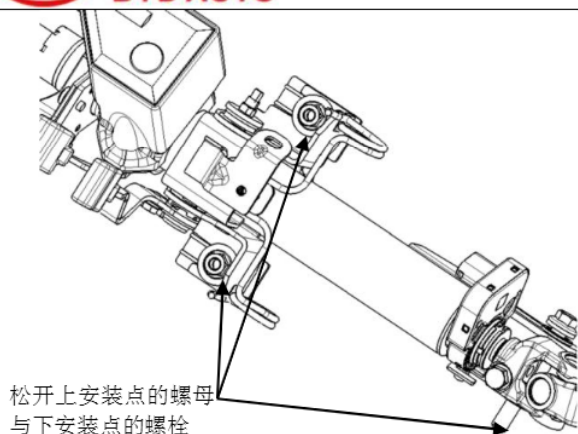

图 3-22
① 确认所有与管柱连接的线束均已脱开。
② 松开管柱上安装点的螺母与下安装点的螺栓，如图 3-22 所示，取下转向管柱及万向节。